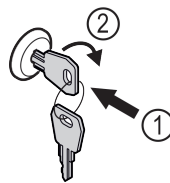

Fig. 177
- ▶ 按入钥匙。 Fig. 177 (1)
- ▶ 将钥匙顺时针转动 90°。 Fig. 177 (2)